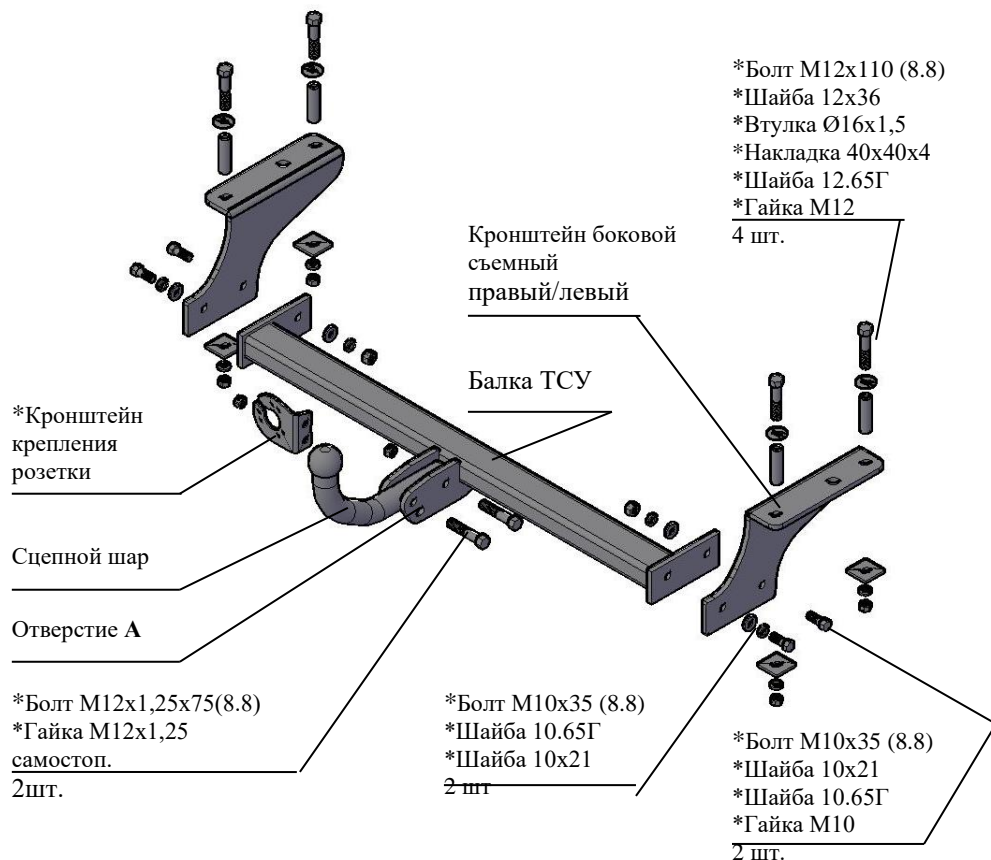

Рис.1 Тягово-сцепное устройство 9470
2.1 ТСУ 9470 в сборе (рис.1)	1 шт.
2.2 Пакет с комплектующими (см. рис.1)	1 шт.
4.3 Установить боковые съемные кронштейны ТСУ (правый и левый соответственно рис.1) к нижним полкам лонжеронов а/м, закрепить болтами М12х110 и гайками М12, (используя втулки и накладки 40х40, как показано на рис.1), под головки болтов подложить шайбы 12х36, под гайки - шайбы 12.65Г. Крепеж не затягивать.